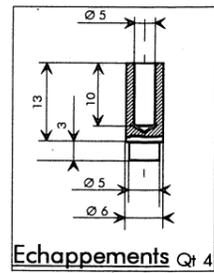

Fig. 13
**Cheminées** (Fig. 13): Elles sont tirées dans du laiton rond ou dans un tube de diamètre adéquat. En examinant les photos, j'en ai compté quatre.